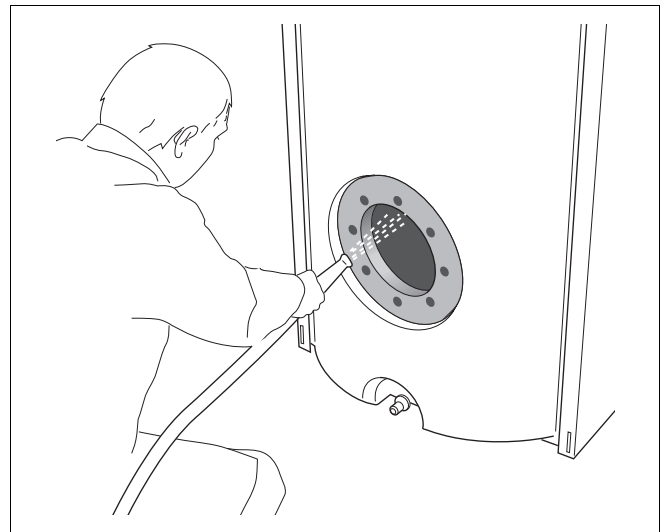

Abb. 15 Warmwasserspeicher ausspritzen
- Innenraum des Warmwasserspeichers mit einem „scharfen“ Kaltwasserstrahl (ca. 4 – 5 bar Überdruck) ausspritzen (Abb. 15).